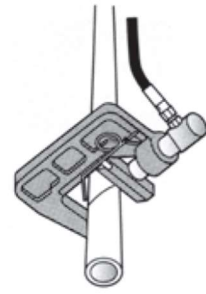

図. C-1
(以下の図 C-1 は SS-30 の図ですが、SS-50 でも同様です。)
1. 仮止水を解除した管に、圧着した方向と直角の向きで断水機の圧着部（シリンダーヘッド）を差し込み、フレームとダイスの間に管が入るようにします。(図. C-1)